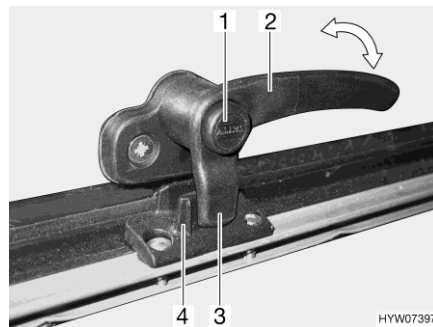
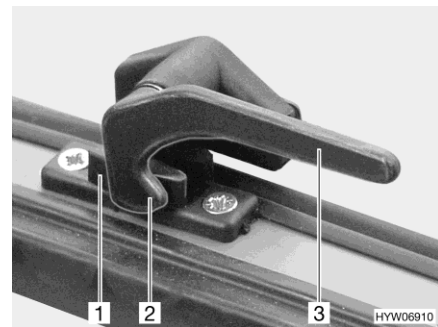

Bild 89 Verriegelungshebel mit Sicherungsknopf in Stellung "geschlossen"
Bild 90 Verriegelungshebel in Stellung "geschlossen"
- Wenn vorhanden, Sicherungsknopf (Bild 89,1) drücken und gedrückt halten.
- Den Verriegelungshebel (Bild 89,2 oder Bild 90,3) eine viertel Umdrehung zur Fenstermitte hin drehen.
- Den Verriegelungshebel (Bild 89,2 oder Bild 90,3) eine viertel Umdrehung zum Fensterrahmen hin drehen.
Die Verriegelungsnase (Bild 89,3 oder Bild 90,2) am Verriegelungshebel liegt komplett auf der Innenseite der Fensterverriegelung (Bild 89,4 oder Bild 90,1).
- in Stellung "fest verschlossen" (Bild 89 und Bild 90)